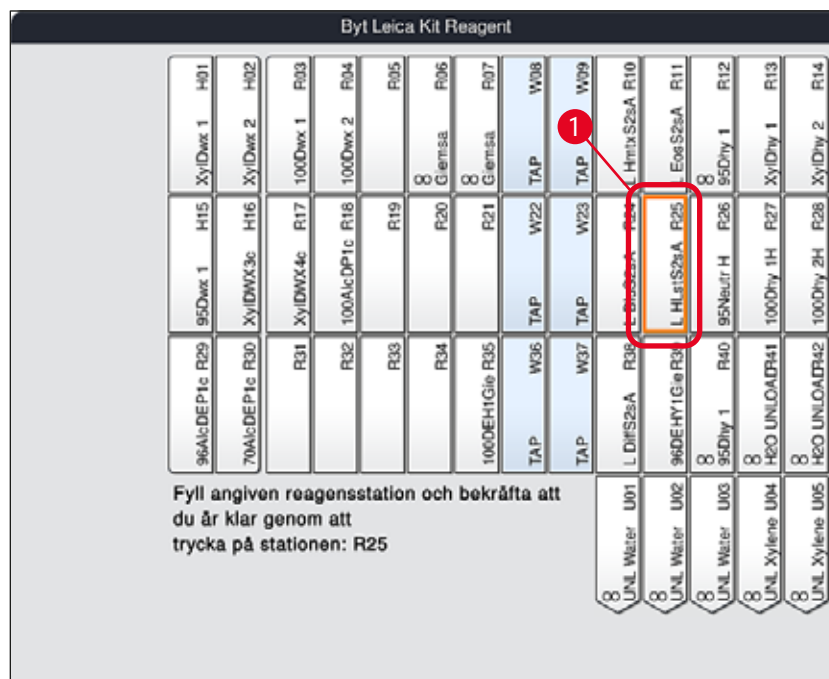

Bild 59
3. I det nya fönstret **Byt Leica Kit Reagent** (→ "Bild 59"), är den station som ska fyllas markerad med orange (→ "Bild 59-1").